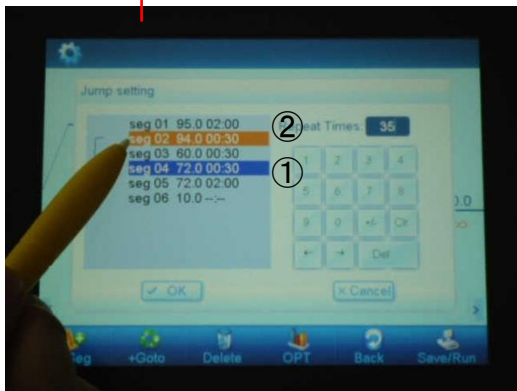

図6
入力ウィンドウが開き、初めに選択したセグメントが既に反転表示されています。(図6-①)
次に、サイクルさせるもう片方のセグメントを選択します。(図6-②)
選択された2つのセグメント間(図6-①、②)がサイクルとして設定されます。